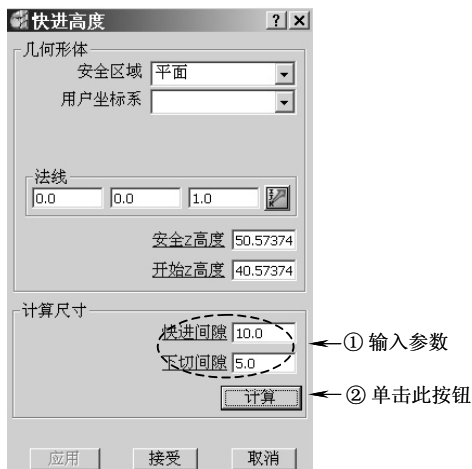

图 4-125 设置快进高度参数
4) 设置快进高度：在 PowerMILL 综合工具栏中单击快进高度按钮，打开“快进高度”表格，按图 4-125 所示设置快进高度参数，完成后单击“接受”按钮退出。